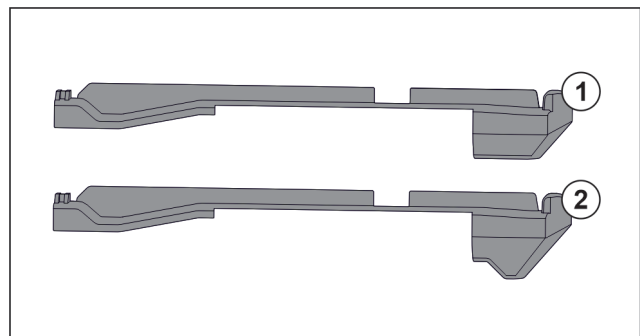

Fig. 83 Сравнение на наставките
В уреда има два вида наставки. Наставката над най-долното чекмедже Fig. 83 (2) има триъгълен ръб. Всички останали наставки Fig. 83 (1) имат прав ръб.
- ▶ Поставете наставката Fig. 83 (2) с триъгълния ръб над най-долното чекмедже.
- ▶ Поставете наставка Fig. 83 (1) с прав ръб на всички останали места.